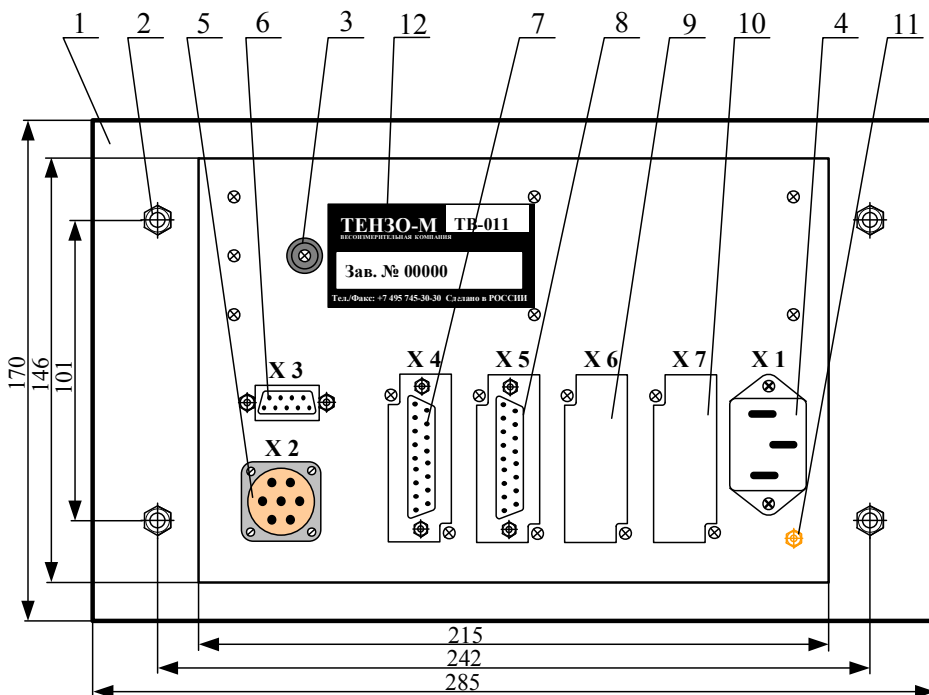

Рис. 1.2 Вид с тыльной стороны
*Во избежание поражения электрическим током, подключение к сети ~220В должно производиться через розетку, имеющую контакт защитного заземления. При отсутствии розетки с защитным заземлением, перед включением преобразователя ТВ-011, подвести провод защитного заземления к специальной клемме на задней стенке преобразователя ТВ-011 (поз. 11, см. рис. 1.2).*